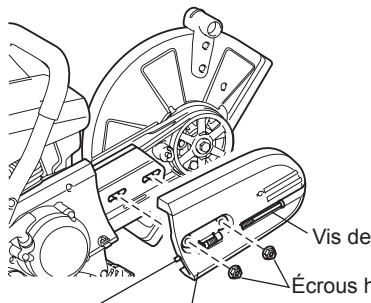

Fig. 1
- Desserrez l'écrou de serrage, puis tournez la vis de réglage de la tension dans le sens inverse des aiguilles d'une montre (vers la gauche) jusqu'à ce que vous voyiez l'extrémité de la vis. (Fig. 1)
- Retirez les écrous du couvercle de la courroie, puis retirez le couvercle. (Fig. 1)